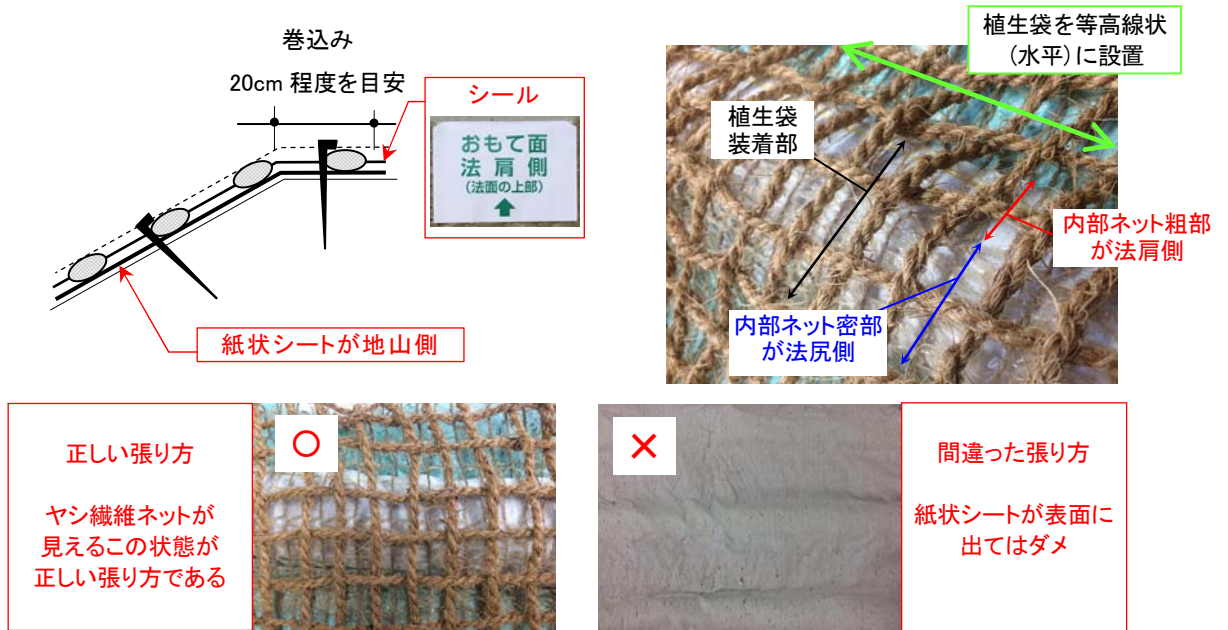

図 1. マットの展開
- マットを製品に付けられたシール表示に従い、ヤシ繊維ネットがおもて面に、シール装着部が法肩側になるように展開する。マットを法尻部でカットするなどしてシールがない場合には、植生袋装着部を観察し、必ず内部ネット粗部が法肩側となるようにして設置を行う（図 1 参照）。なお、植生袋が必ず等高線状（水平）となるように展開する。法肩部のマット巻込みは、20 cm 程度を目安とする（法面条件による）。